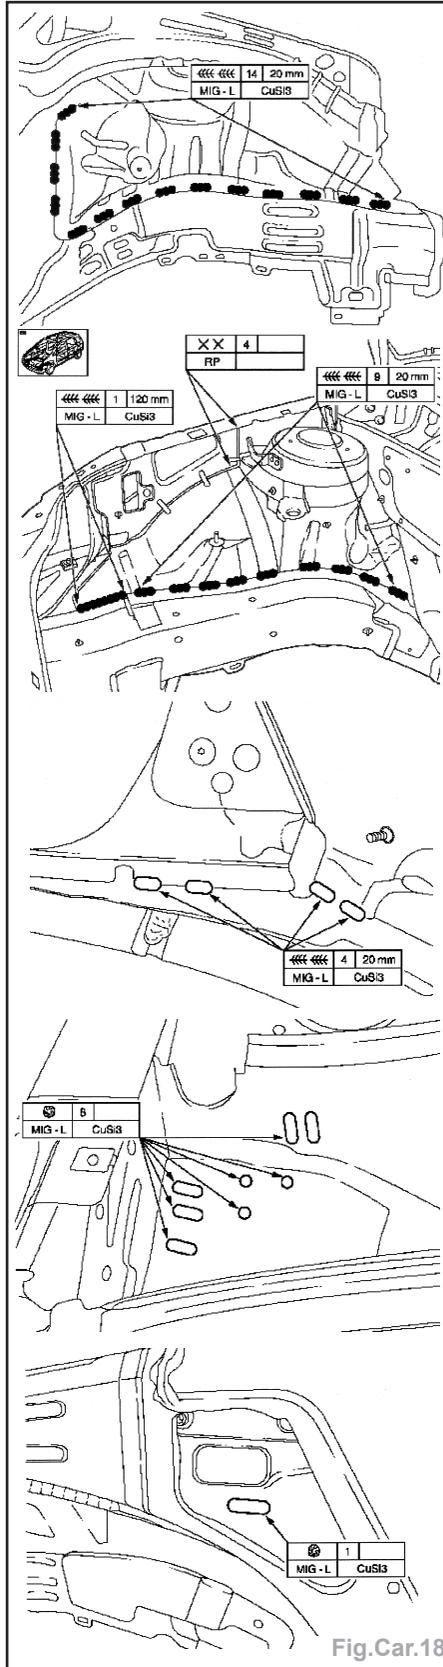

Fig.Car.18
- (1) trou existant
- (2) découpage
- (3) trou à faire
- Effectuer les soudures (Fig.Car.18).